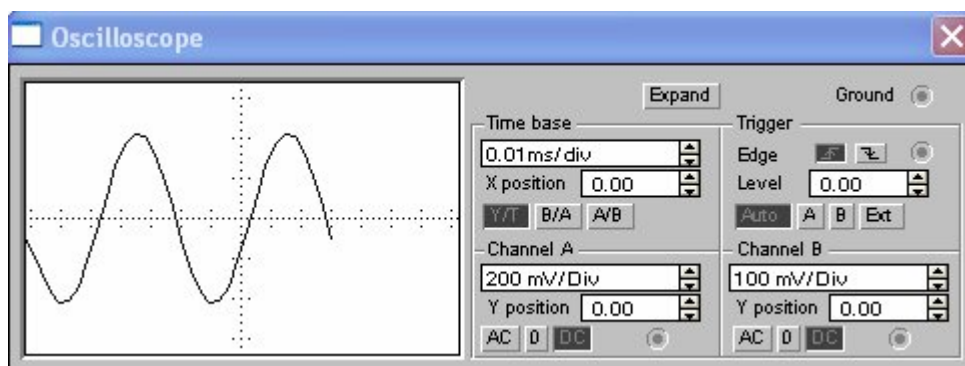

Рисунок 24 – Входной сигнал усилителя
6. Развернуть и настроить осциллограф изменяя чувствительность и длительность развертки. На экране можно наблюдать выходной сигнал (рисунок 24)